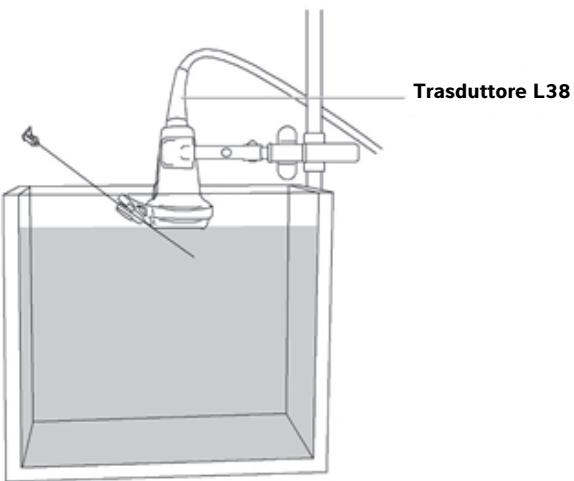

Figura 2 Trasduttore L38 con ago nel liquido di prova
- ▶ Serbatoio riempito di liquido dell'oggetto testato (codice All World Scientific 3480) o acqua distillata. Consultare **Figura 2, "Trasduttore L38 con ago nel liquido di prova"** a pagina 71.
- 7** Immergere l'ago nel serbatoio riempito di apposito liquido di prova o di acqua distillata finché l'immagine ecografica non viene visualizzata sul display del sistema (vedere Figura 2, "Trasduttore L38 con ago nel liquido di prova" a pagina 71).